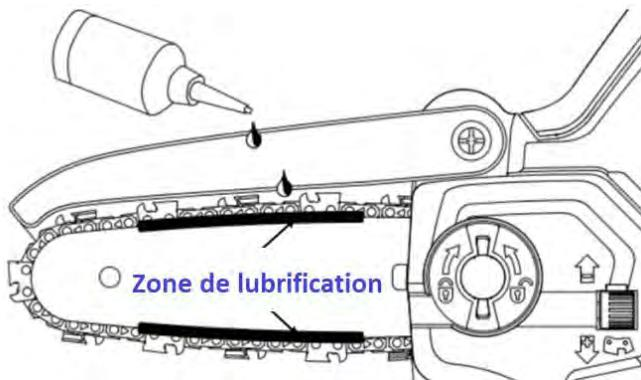

Fig. 8
- Appliquer de l'huile multifonctionnelle dans la zone de lubrification entre le guide-chaîne et la chaîne de scie. Voir la Fig. 8.